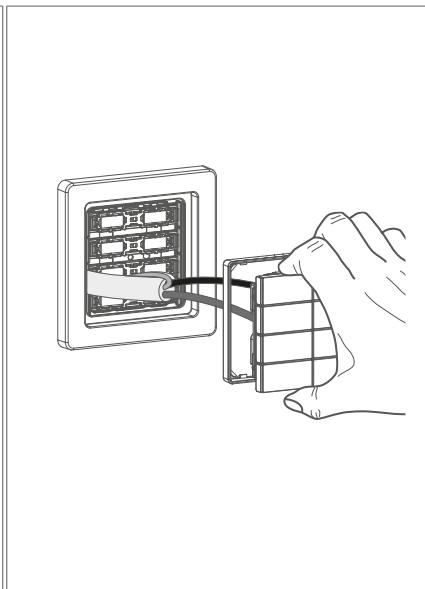

Bild 19: Gerät vom Tragring abziehen
- ② Tastsensormodul vom Tragring abziehen. Designrahmen dabei festhalten (siehe Bild 19).